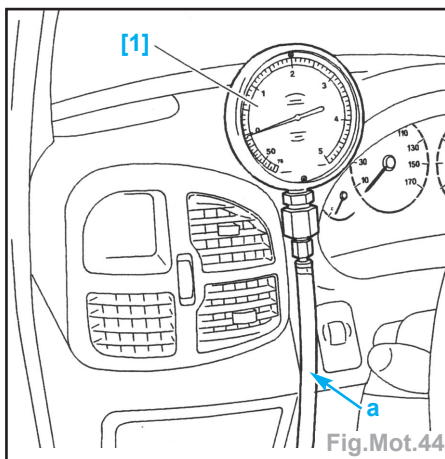

Fig.Mot.44
- Positionner le manomètre [1] dans le véhicule (Fig.Mot.44).